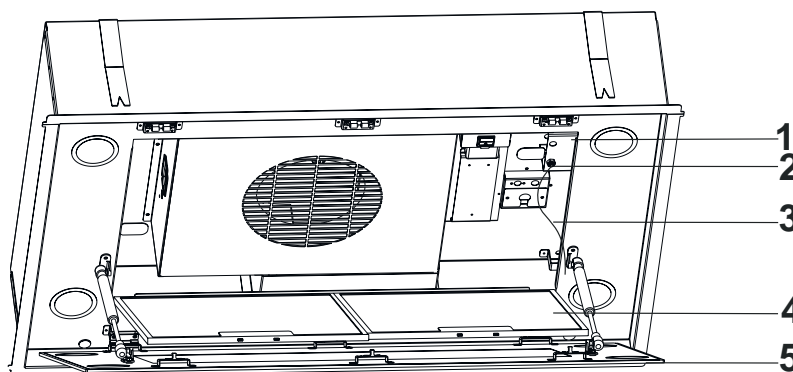

Fig. 11
5. ➤ 5. Luta ut kantsugplattan genom att ta tag i hörnen och dra försiktigt i den. (Fig. 11/1). Ta bort fettfiltrena (Fig. 11/2) och dra ståltrådarna genom säkerhetslåsen uppifrån och ner (Fig. 11/5). Gör detta med alla de 4 medföljande stålvarjarna.
Observera: när stålvejarna placeras i förvaringsutrymme måste den böjbara metallen böjas så att stålvejarna inte faller ut (Fig. 11/4).